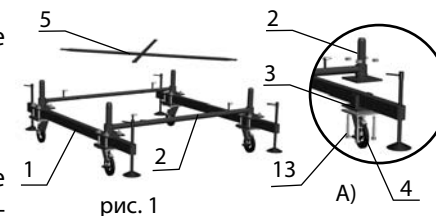

рис. 1
- Установить две балки базы (1) на винтовые домкраты. При помощи комплекта крепежа колес (13), к гантели базы (2) присоединить поворотные колеса (4) и нижние опоры базы (3) (рис. 1 А).
- Установить гантель базы флажковыми замками (6) внутри. На верхние флажковые замки гантели базы, установить стяжки базы (5) (рис. 1). При помощи винтовых домкратов выровнять вышку по горизонтали.